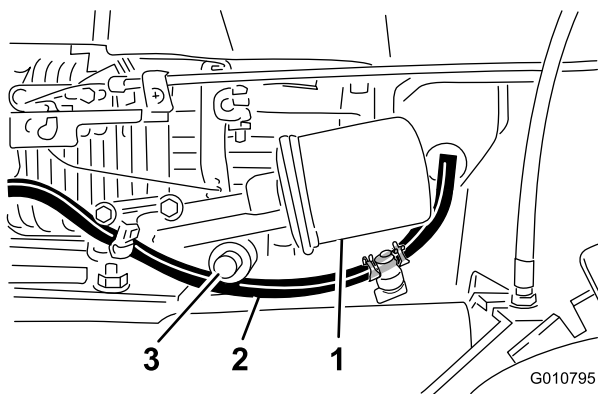

Figura 22
5. Deslice el tubo de vaciado sobre la válvula de vaciado de aceite (Figura 22).
Cambie el filtro de aceite (Figura 22) cada 100 horas de operación o una vez al año, lo que ocurra primero.